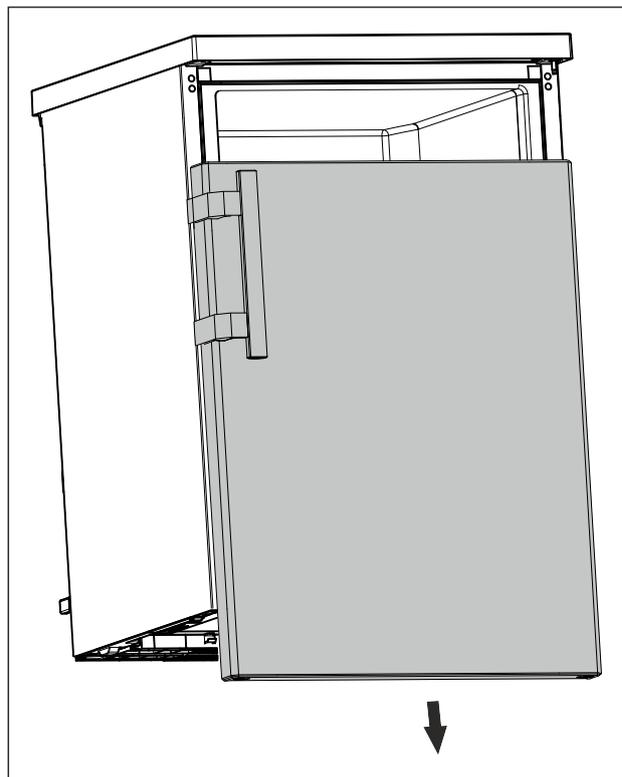

Fig. 14
- Rimuovere la porta verso il basso. (vedere Fig. 14)